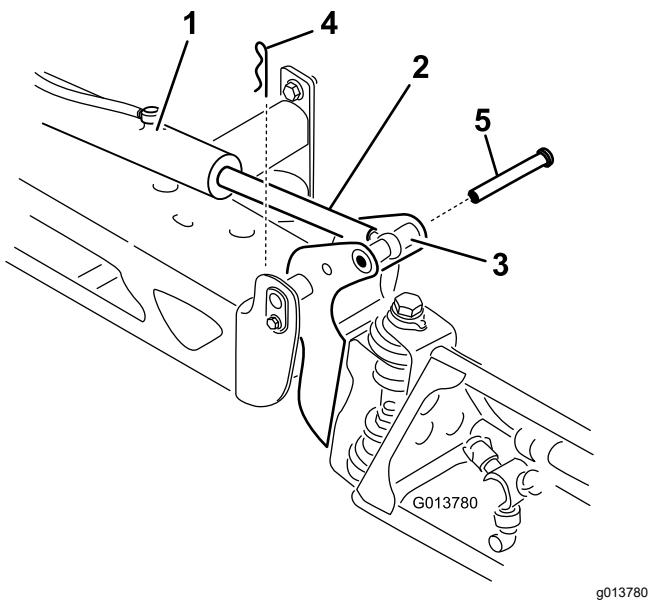

Figure 61
- Retirez la goupille fendue de l'axe de pivotement (Figure 61).
- Élevez la rampe et retirez l'axe (Figure 61), puis abaissez lentement la rampe au sol.
- Tout en maintenant la rampe, insérez l'axe dans le pivot de rampe et la tige de vérin (Figure 61).